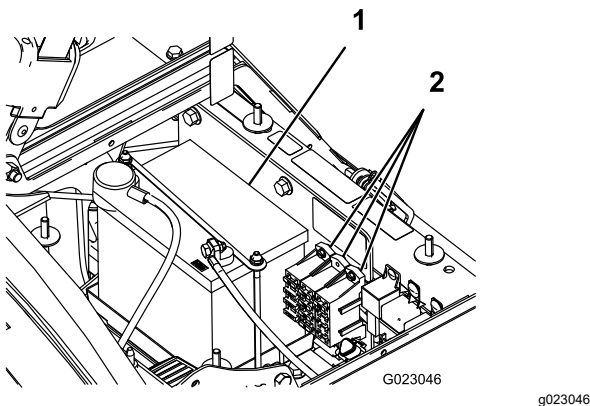

Figura 45
Hay 2 bloques de fusibles y 1 zócalo vacío en el sistema eléctrico. Se encuentran debajo del asiento (Figura 45).
2. La batería está situada en el lado derecho de la máquina, detrás de la bomba (Figura 45).
5. Retire el dispositivo de sujeción de la batería y los herrajes (Figura 45).
2. Instale el dispositivo de sujeción de la batería, fijándolo con los herrajes que retiró anteriormente (Figura 45).
4. Instale la tapa de la batería y fíjela con los 2 pomos (Figura 45).
1. Afloje los pomos de los lados de la caja de la batería y retire la tapa de la batería (Figura 45).